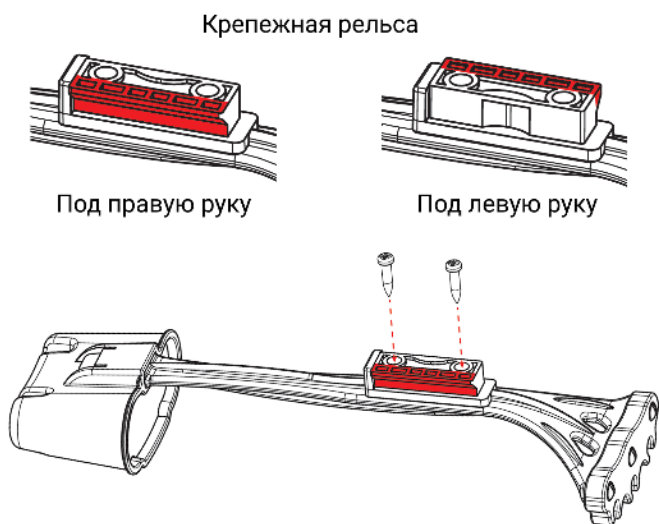

Рис.3
1. Установите прямоугольную рельсу на штангу кивера и затяните двумя саморезами (понадобится крестовая отвертка). Рельсу можно установить в двух положениях - в зависимости от того, с какой стороны будет размещен кивер: справа или слева от арбалета (Рис.3).